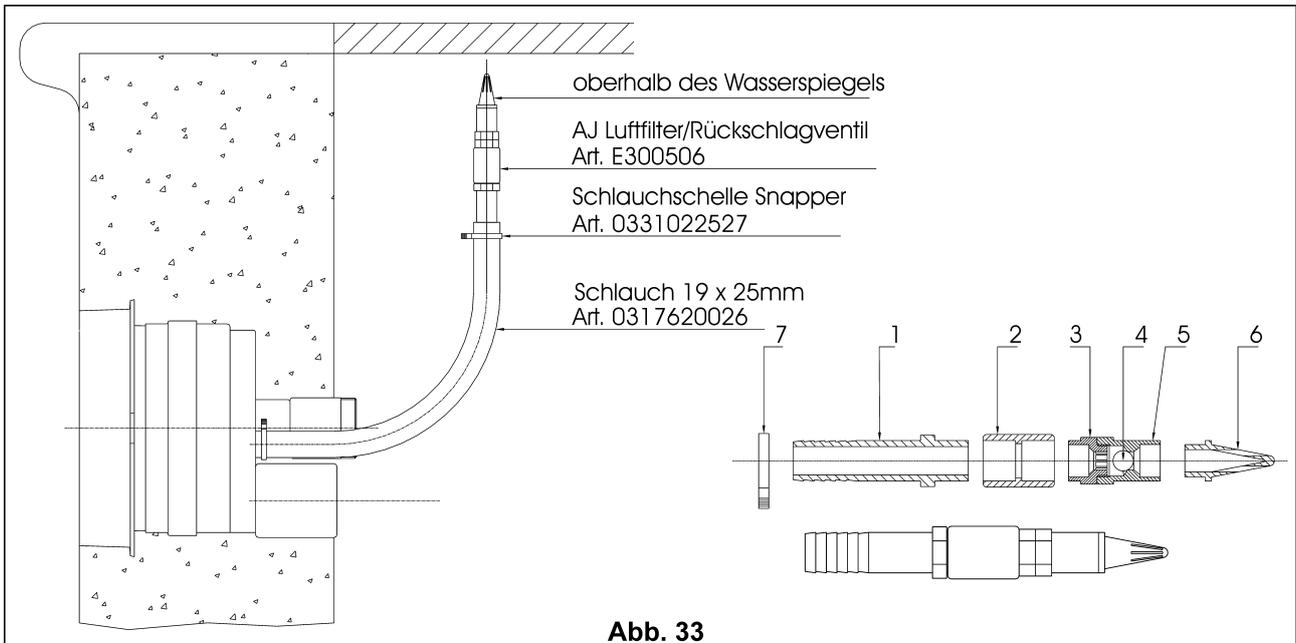

Abb. 33
6.6 Montage der Luftansaugung – AJ Luftfilter / Rückschlagventil (Abb. 33)